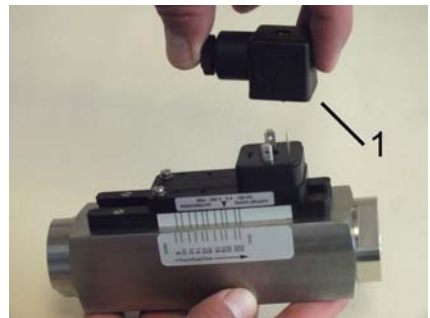

Abb. 51: Steckerdose abziehen
- 2.** ➤ Steckerdose mit dazugehöriger Dichtung (Abb. 51/1) nach oben abziehen